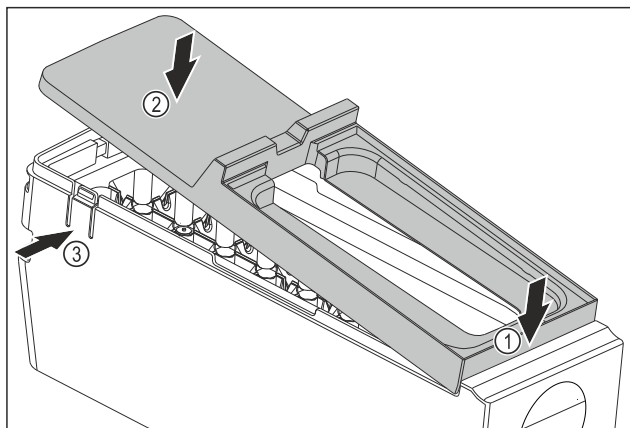

Fig. 79
- ▶ Монтаж на капака на корпуса на EasyTwist-Ice: Поставете капака отпред Fig. 79 (1)
- ▶ Спуснете капака отзад Fig. 79 (2)
- ▷ Капакът се фиксира с щракване в двете езичета Fig. 79 (3).